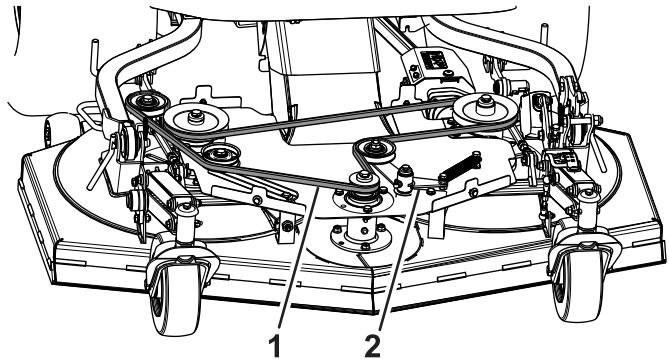

**Figura 106**
- A. Allentate il controdado che fissa la biella dell'altezza di taglio (Figura 106).
- B. Ruotate la biella fino a quando il puntatore dell'indicatore dell'altezza di taglio osservato dal sedile dell'operatore non è allineato al segno di 64 mm (Figura 105 e Figura 106).
- C. Serrate il controdado (Figura 106).